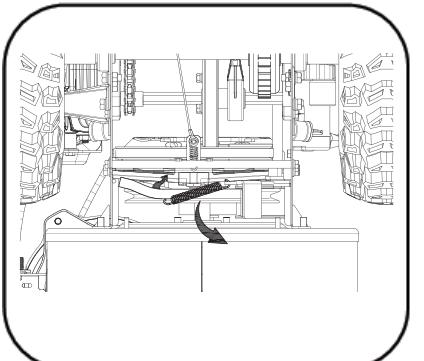

Рисунок 18
- Снять ремень со шкива шнека и пропустить его между опорной скобой и шкивом шнека. Смонтировать ремень шнека в обратном порядке, следуя инструкциям (см. Рисунок 18).